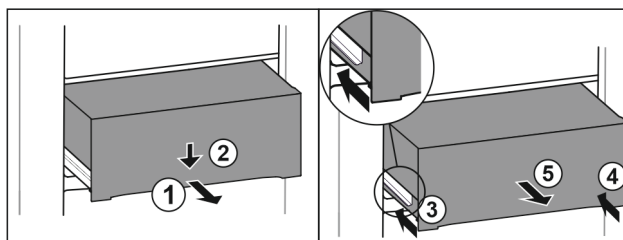

Fig. 157
- Træk skuffen halvt ud. Fig. 157 (1)
- Tryk skuffen ned på forsiden. Fig. 157 (2)
- Skub venstre skinne ca. 2 cm ind. Fig. 157 (3)
- Skub højre skinne ca. 2 cm ind. Fig. 157 (4)
- Tag skuffen ud fremefter. Fig. 157 (5)